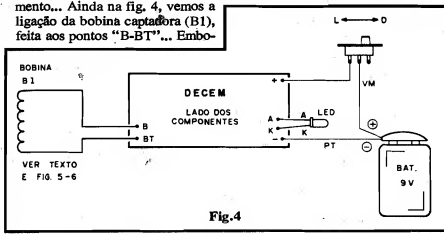

Fig.4
- **FIG. 4 - CONEXÕES EXTERNAS À PLACA** - A placa do DECEM (DETETOR DE CAMPOS ELETRÓ-MAGNÉTICOS) continua vista pelo seu lado não cobreado, porém agora com ênfase nas conexões externas ou periféricas (entre a dita placa e o "mundo exterior"). Observar a codificação atribuída às ilhas junto às bordas do Impresso, justamente destinadas a tais importantes ligações. Alguns pontos a considerar: a correta identificação dos terminais do LED, e a polaridade das conexões de alimentação (bateria e chave L-D). Quanto ao LED, dependendo da acomodação final pretendida, ele tanto pode ser ligado diretamente à placa, quanto através de "prolongamentos" feitos com pedaços de fio isolado, no conveniente comprimento... Ainda na fig. 4, vemos a ligação da bobina captadora (B1), feita aos pontos "B-BT"... Embo-